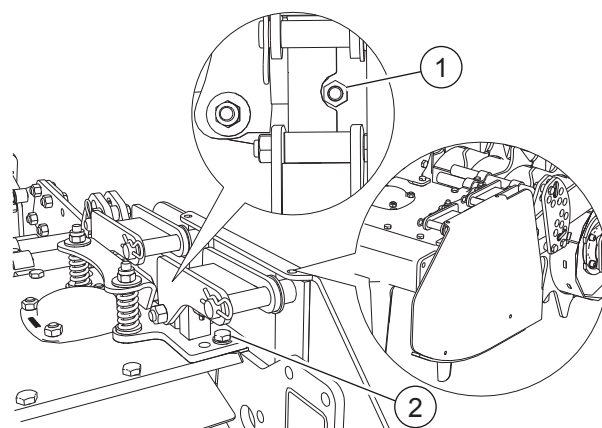

FIG. 18
- Avvitare i dadi (1, “Fig. 18”).
- Avvitare i bulloni (2).